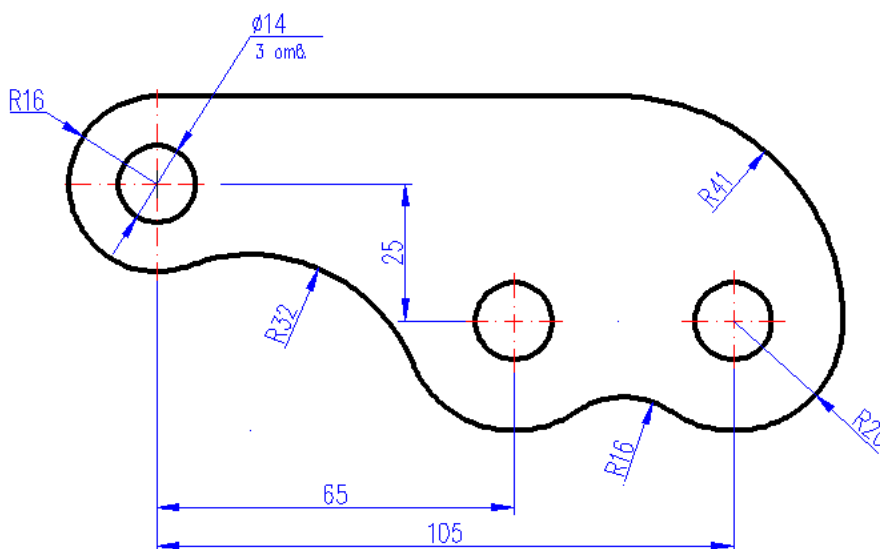

Рис. 7.7. Рычаг
2. Проставить размеры детали (рис.7.7).